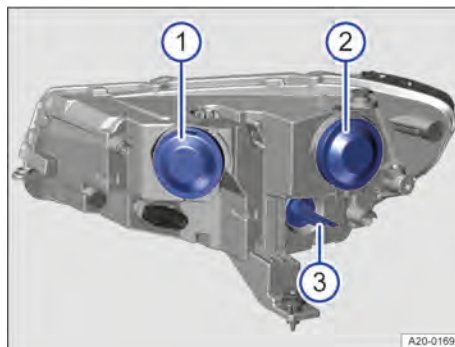

Abb. 189 Im Frontraum: Abdeckungen an der Rückseite des rechten Frontscheinwerfers.
1. Verschlusskappe an der Scheinwerfer-rückseite abziehen → Abb. 189 ①.
5. Verschlusskappe an der Scheinwerfer-rückseite anbringen → Abb. 189 ①.
1. Verschlusskappe an der Scheinwerfer-rückseite abziehen → Abb. 189 ②.
5. Verschlusskappe an der Scheinwerfer-rückseite anbringen → Abb. 189 ②.